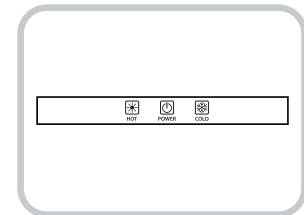

Fig.4
6. Prenda el interruptor de agua caliente, espere un par de minutos y luego prenda el interruptor de agua fría. Permita que la unidad alcance las temperaturas mínimas del agua caliente y agua fría. Esto tomará aproximadamente 45 minutos y las Luces Indicadoras se apagarán. (Fig. 4)